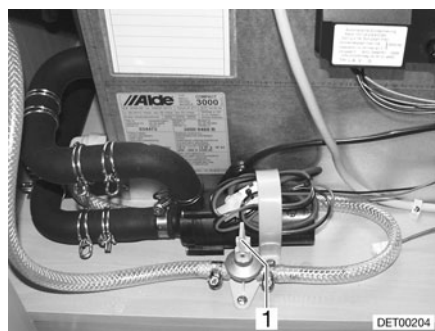

Fig. 149 Llave de desagüe
- Cerrar la llave de desagüe. Colocar para ello el balancín (Fig. 149,1) en posición horizontal.
- Abrir la llave de desagüe (Fig. 149). Colocar para ello el balancín (Fig. 149,1) en posición vertical. La caldera se vacía hacia fuera a través de la llave de desagüe.